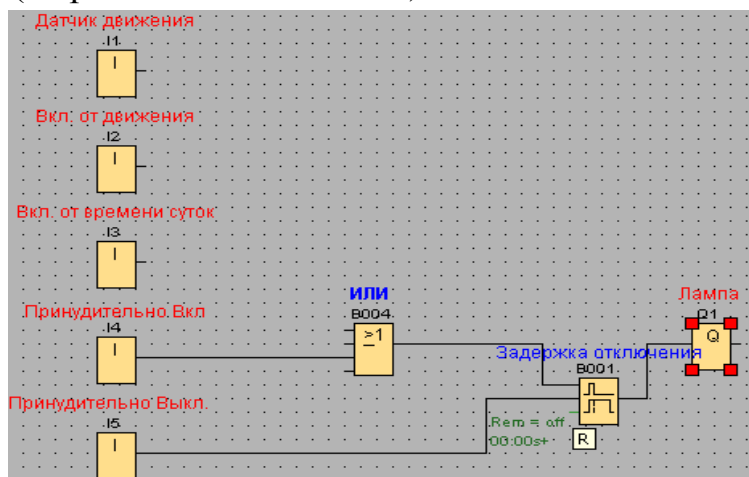

Рис. 29
3) **Принудительное выключение** организуем с помощью специальной функции «**Задержка отключения**» подав сигнал на **сбросовый вход R** (по аналогии работы Триггера) (на рис.29. элемент B001).